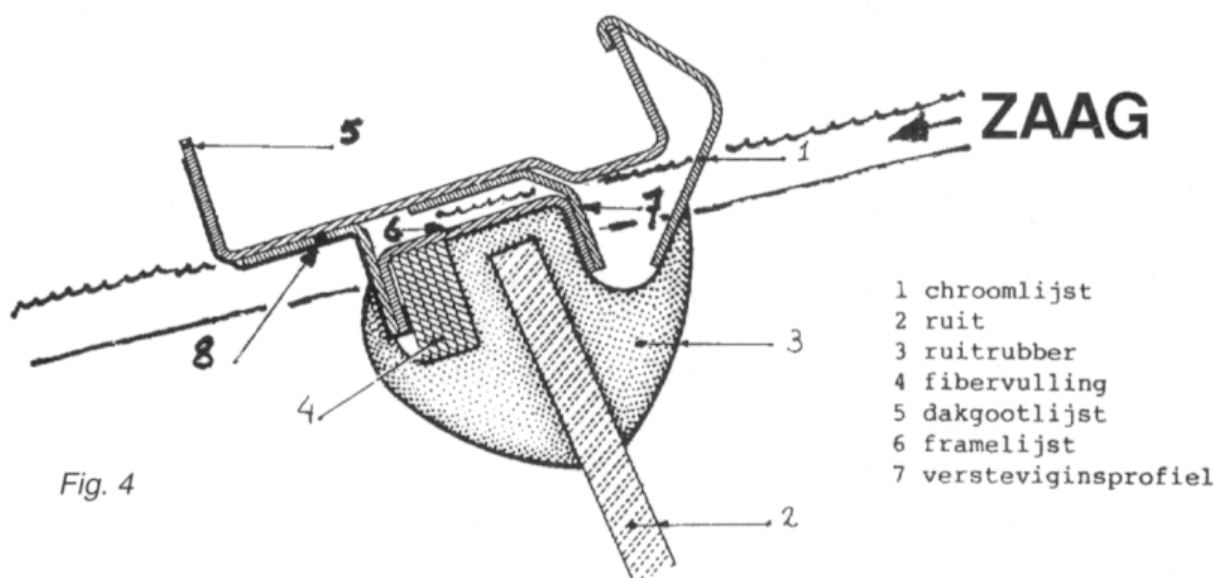

Fig. 4
Met een ijzerzaag werd vervolgens -van onderaf - het raamprofiel ingezaagd tot op de dakgootlijst zelf (fig. 4). Daarna was het verwijderen van de verroeste delen eenvoudig. Profiel (7) was gedeeltelijk nog niet doorgezaagd, een gevolg van de beslissing om de dakgootlijst zelf niet in te zagen. Met een tang werd het profiel afgescheurd.